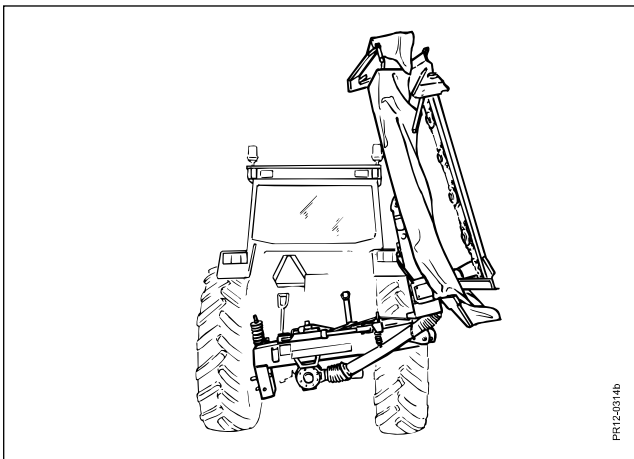

Fig. 3-3
- Fig. 3-3 1) Sideværts – lodret